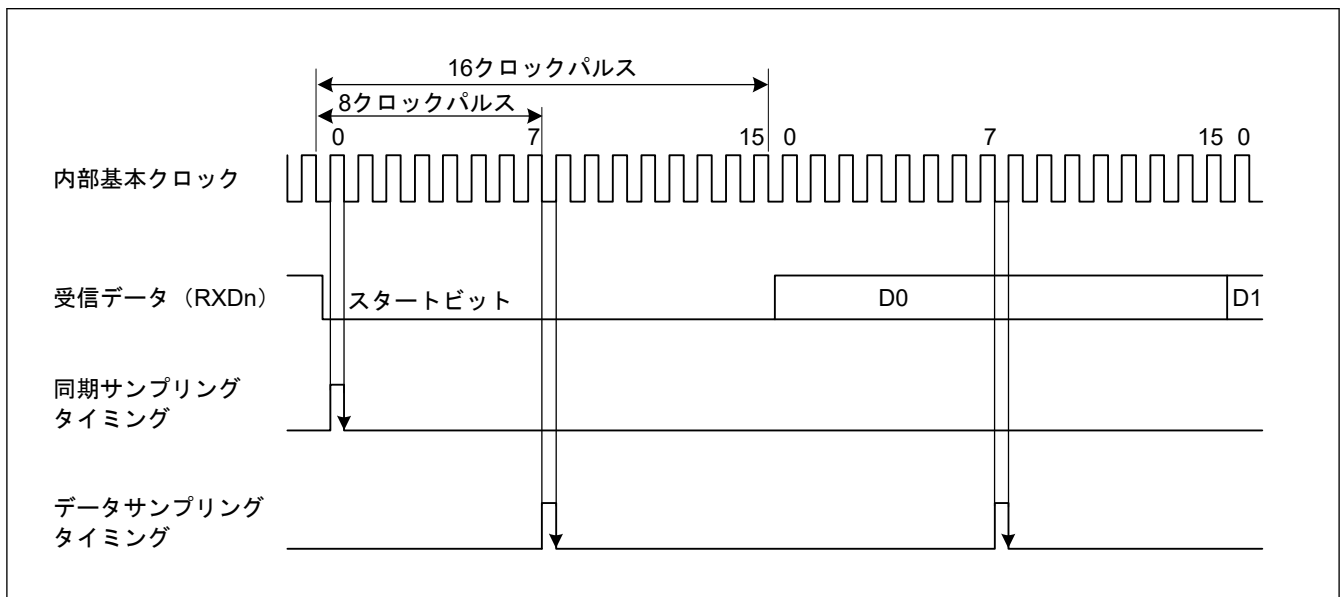

図 25.4 調歩同期式モードでの受信データサンプリングタイミング
また、図 25.4 に示すように、受信データは基本クロックの 8 パルス目(注1)の立ち上がりエッジでサンプリングされるため、各ビット (サンプリング時間を調整しない場合 (SPTR.ASEN = 0)) の途中でデータが取り込まれます。調歩同期式モードでの受信マージンは以下の式 (1) のように表すことができます。
スタートビットの決定条件は、Low 状態がビットの中間点より後ろまで続くことです。サンプリングタイミングと同様です。図 25.4 では、スタートビットを検出するためには Low 状態が 8 サイクルより長く続く必要があります。Low 状態が 8 サイクルより長く続かなかつた場合は、IP はこれをノイズと判断します。したがって IP はスタートビットの受信待機をしません。